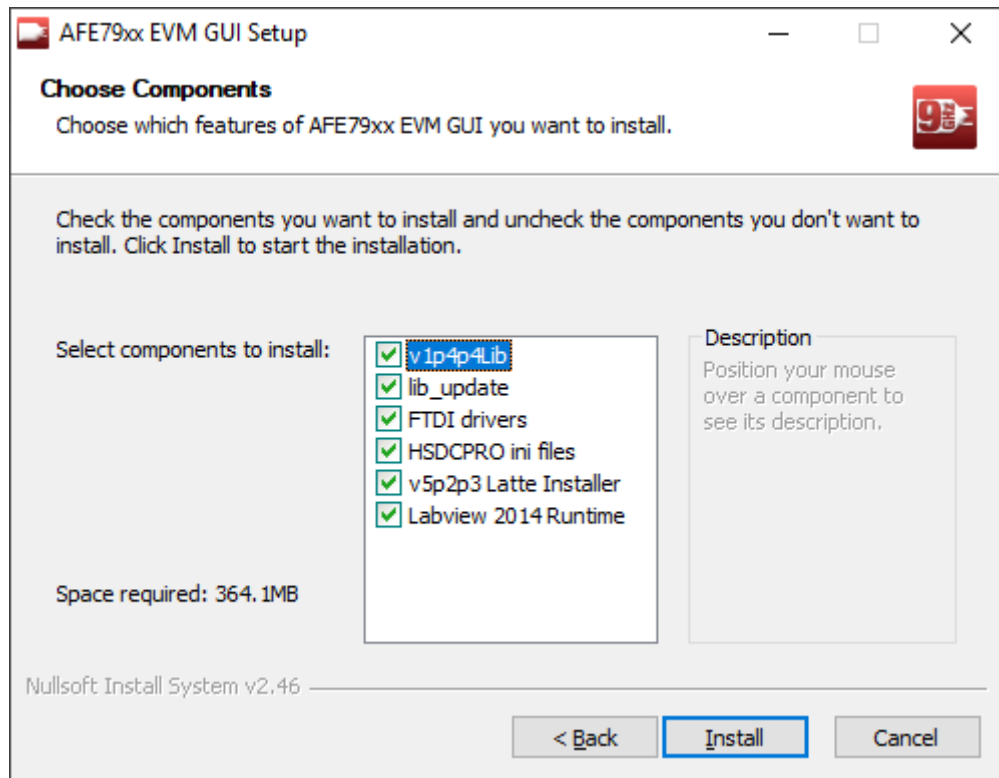

图 1-3. Latte 安装程序选项
2. 安装 AFE79xxEVM_GUIv1p4p4p1.exe。按照安装程序执行过程中的所有说明进行操作。如图 1-3 中所示，安装程序将安装以下内容：